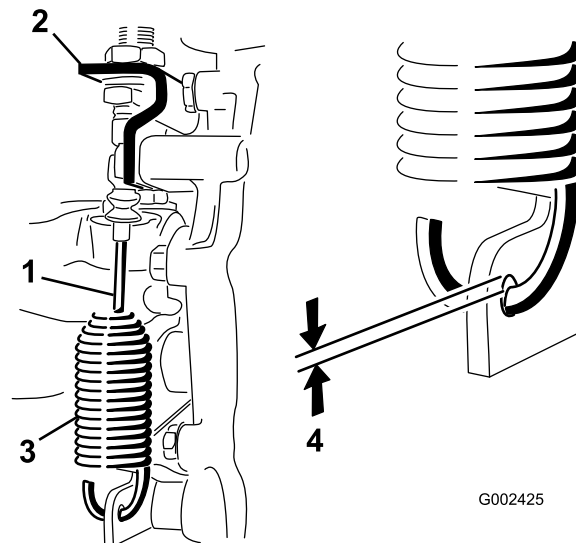

Figura 56
2. Allentate i dadi che fissano il cavo di bloccaggio del differenziale alla staffa del transaxle (Figura 56).